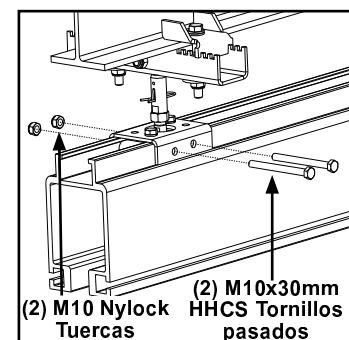

Figura 3-62
- Paso 2. Instale dos (2) M10 x 100 mm HHCS con tuerca Nylock M10. **Apriete hasta que tornillos asienten + 1/4 de vuelta**. No apretar de más, puede doblar el soporte. Ver Figura 3-62.